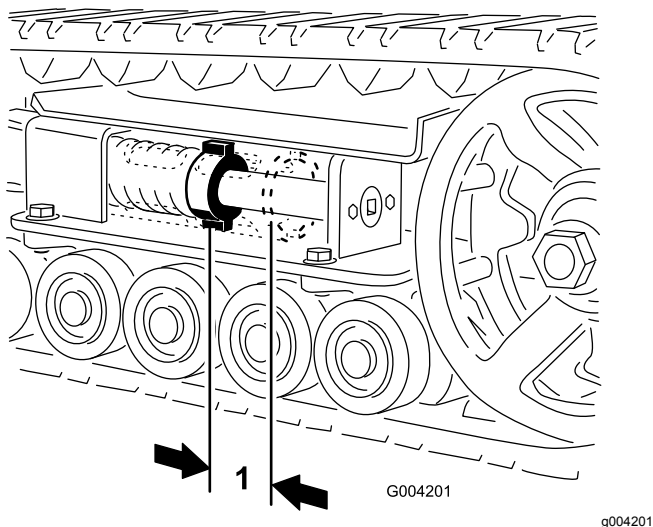

Figura 46
Debe haber una holgura de 7 cm entre la tuerca tensora y la parte de atrás del tubo tensor (Figura 46). Si no es así, ajuste la tensión de las orugas usando el procedimiento siguiente:
5. Usando una llave de carraca de ½", gire el tornillo tensor en sentido antihorario hasta que la distancia entre la tuerca tensora y la parte de atrás del tubo tensor (Figura 46) sea de 7 cm.
- Gire el tornillo tensor en sentido antihorario hasta que la distancia entre la tuerca tensora y la parte de atrás del tubo tensor (Figura 46) sea de 7 cm.
18. Gire el tornillo tensor en sentido antihorario hasta que la distancia entre la tuerca tensora y la parte de atrás del tubo tensor (**Figura 46**) sea de 7 cm.